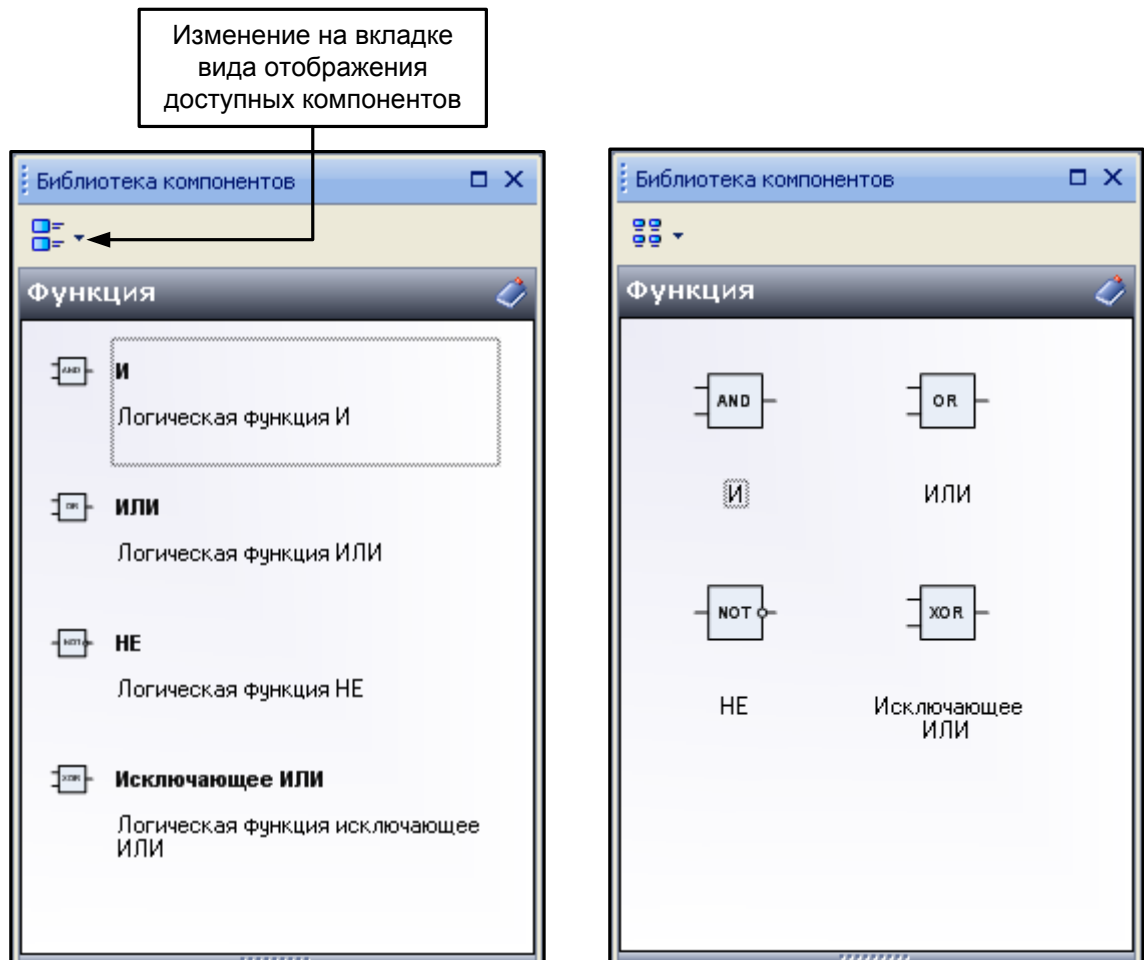

Рисунок 3.10 – Пример изменения отображения блоков библиотеки на вкладке «Функция»
1) **форму отображения доступных функций и функциональных блоков** для вкладок «Библиотеки компонентов» допускается изменять, рисунок 3.10.